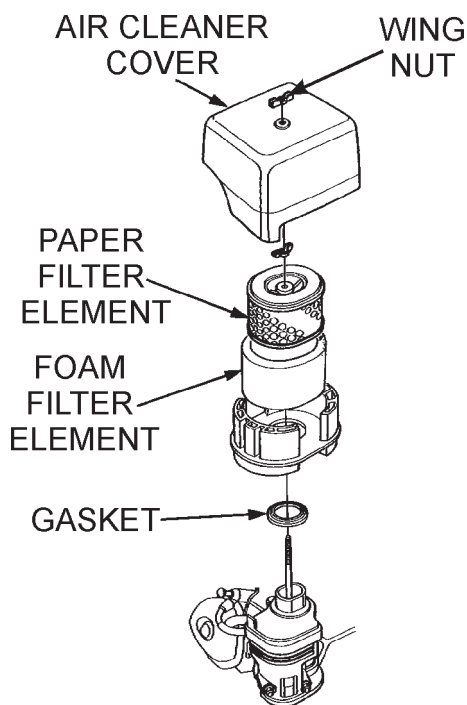

Figura 15. Filtrador del aire
1. Retire la cubierta del filtrador del aire y el componente de espuma del filtro como se muestra en la Figura 15.
2. Golpee levemente el filtro de papel (Figura 15) varias veces en una superficie dura para remover el polvo ó sople con una compresora de aire [no exceder de 30 psi (207 kPa, 2.1 kgf/cm²)] a través del componente del filtro desde el lado de la cubierta del filtrador. **NUNCA** cepille para limpiar. El cepillar hará que entre tierra entre en las fibras. Cambie el filtro de papel si esta demasiado sucio.